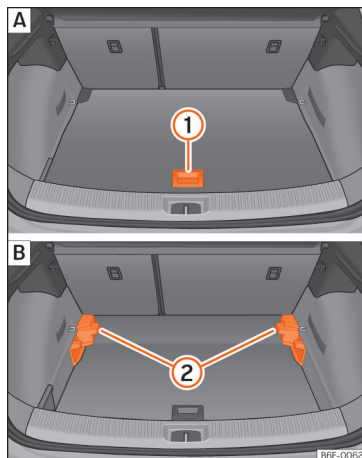

Fig. 145 Piso variável da bagageira: **A** posição alta; **B** posição baixa.
- Para passar da posição baixa para a alta, levante o piso pela pega »» Fig. 145 ①, puxe-o para trás até que a parte dianteira do piso baixe totalmente os suportes ②.
- Desloque o piso sobre estes para a frente até que chegue ao limite no encosto dos bancos traseiros e, de seguida, baixe o piso com a pega ①.
- Para passar da posição alta para a baixa, levante o piso pela pega »» Fig. 145 ①, puxe-o para trás até que a parte dianteira do piso baixe totalmente os suportes ②.
- Deixe cair a parte anterior contra o piso e empurre o piso para a frente até que atinja o limite no encosto dos bancos traseiros, baixando ao mesmo tempo o piso com a pega ①.
- Com o piso variável na posição alta, levante pela pega » » Fig. 145 ①, puxe-o e empurre para o encosto dos bancos traseiros até que o piso dobre pela linha da dobradiça e a parte móvel do piso assente sobre o mesmo.